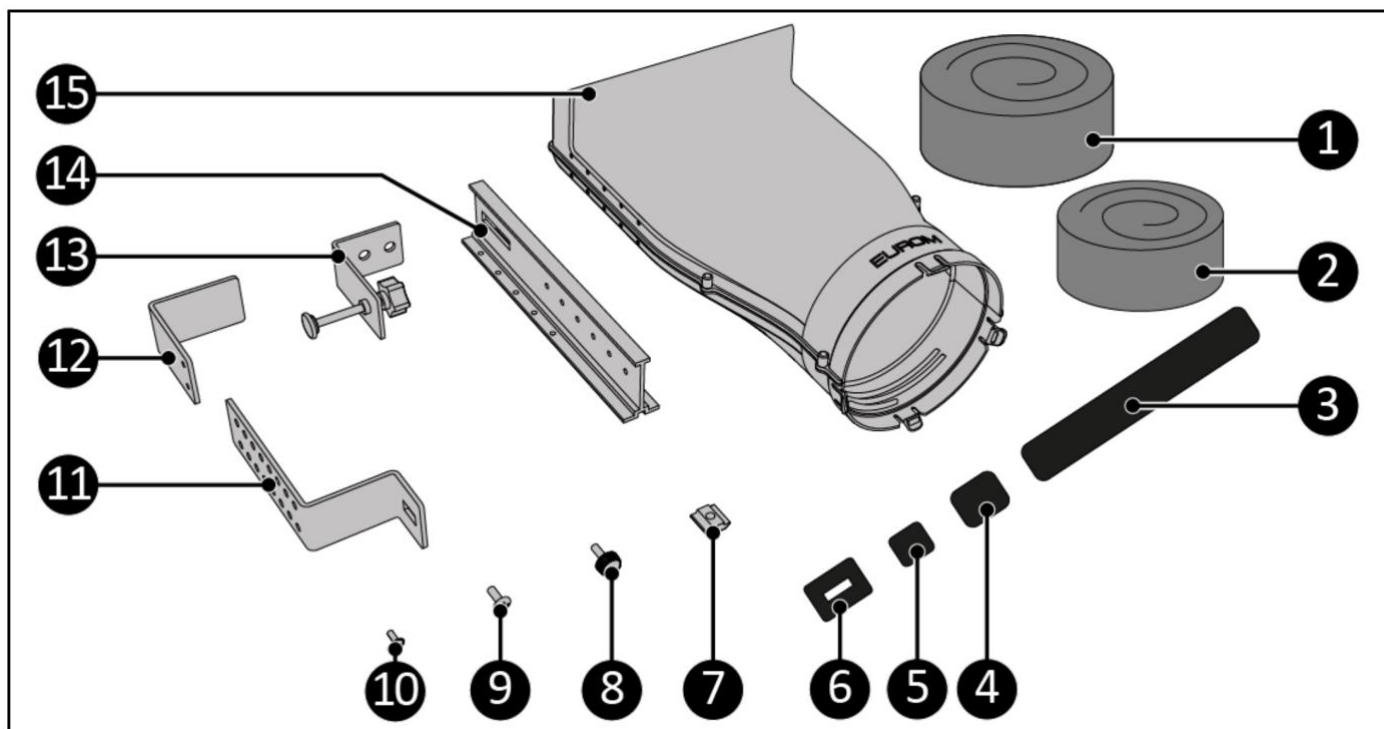

Figura 1.
1. Verificați dacă toate componentele sunt prezente, așa cum se arată în Figura 1.